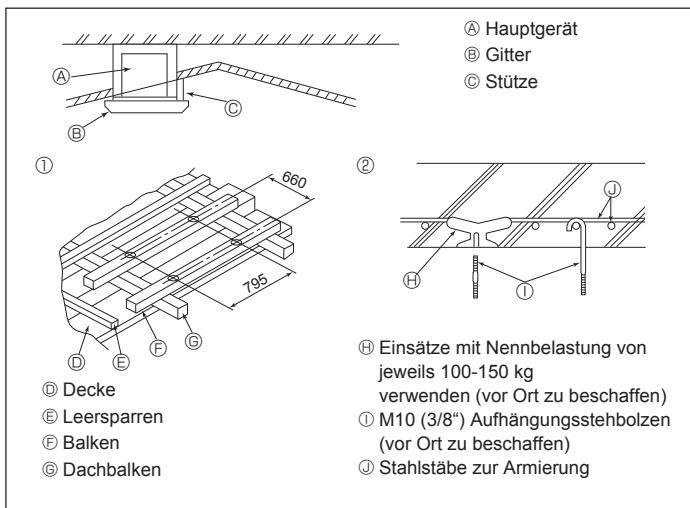

Fig. 3-5
3.5. Bauliche Gestaltung der Aufhängung (Baustuktur der Aufhängung muß hoch belastbar sein) (Fig. 3-5)